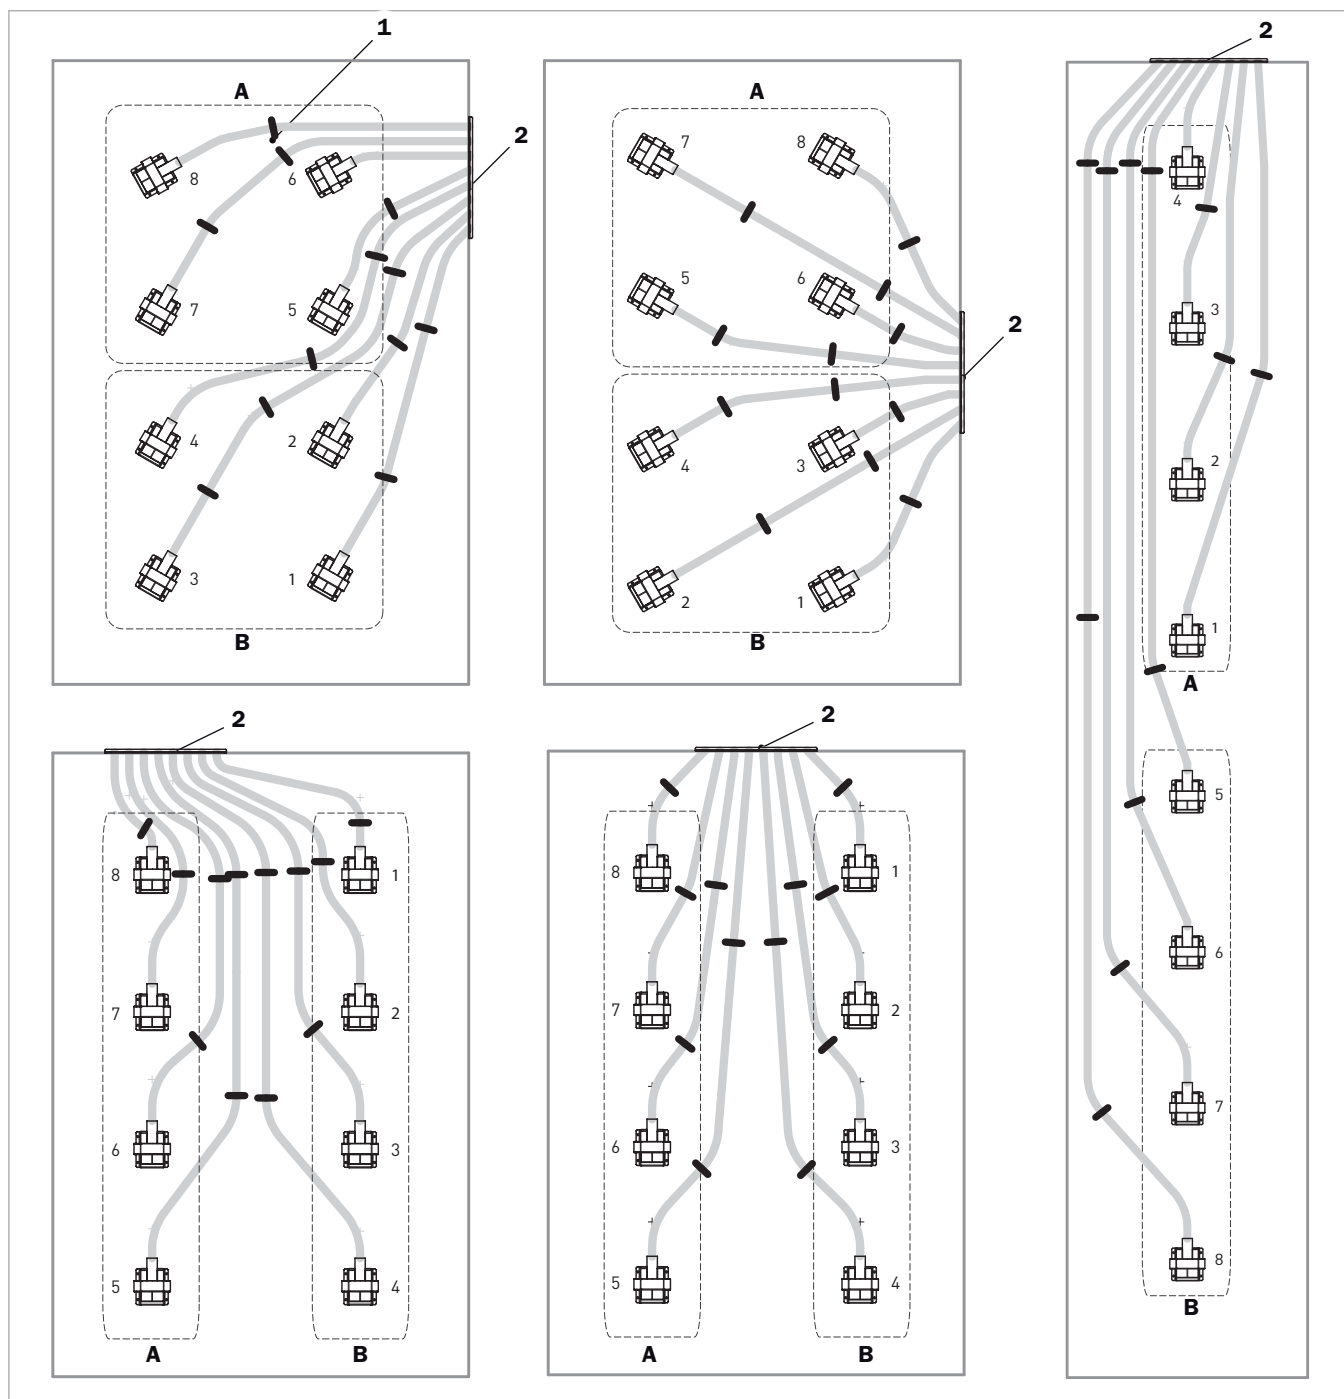

Abb. 34: Varianten Saugsondenanordnung
1. Ansaugsonden der Reihe nach gemäß Schema (siehe → Abb. 34, S. 21) so aufteilen, dass der Lagerraum bestmöglich entleert werden kann.